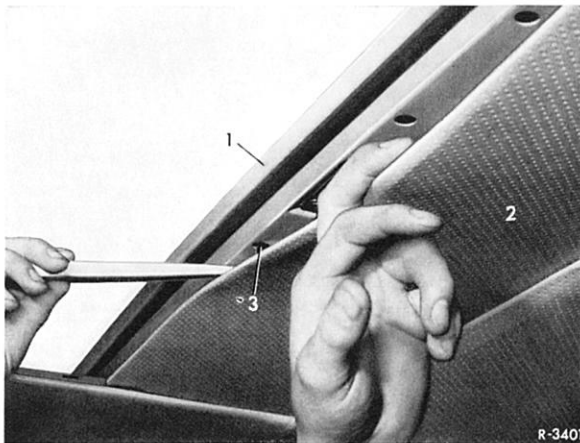

Bild 78-1/1
- 1 Bei $\frac{3}{4}$ geöffnetem Schiebedach Schiebedachhimmel (2) lösen und nach vorne herausnehmen (Bild 78-1/1).
- 2 Schiebedach ganz öffnen und Gleitschiene (12) links und rechts ausbauen (Bild 78-1/4).
- 3 Schiebedach schließen und Sicherungsschraube (16) links und rechts herausdrehen (Bild 78-1/2).